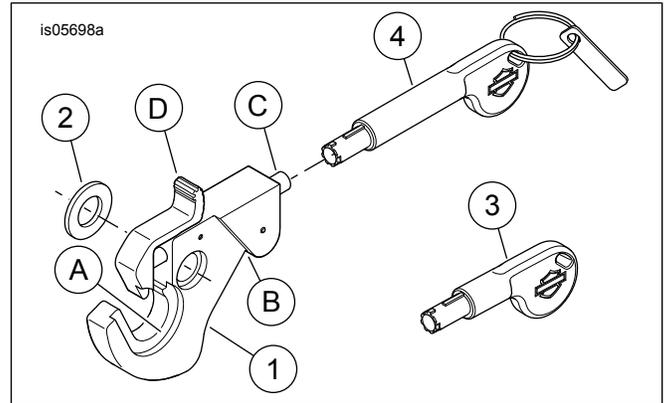

Abbildung 9. Ersatzteile: Verriegelungssätze für abnehmbares Zubehör
Siehe Abbildung 9 >. Abhängig vom eingebauten abnehmbaren Zubehörteil werden die Position des Profils (A) und die Hinterschnitte (B) als Distanzstücke oder Befestigungspunkte verwendet. Sicherstellen, dass die Verriegelung so positioniert ist, dass ein Schlüsselzugriff zum Entriegeln der Verriegelung möglich ist.
1. **Verriegeln der Verriegelung:** Siehe Abbildung 9. Wenn das abnehmbare Zubehörteil angebracht ist, die federbetätigte Sperre (C) drücken.